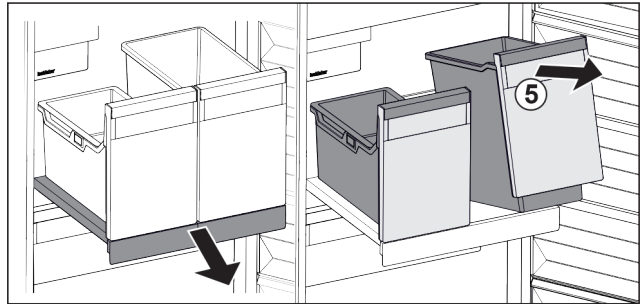

Fig. 104
- ▶ Levantar el recipiente Fig. 104 (5) por delante.